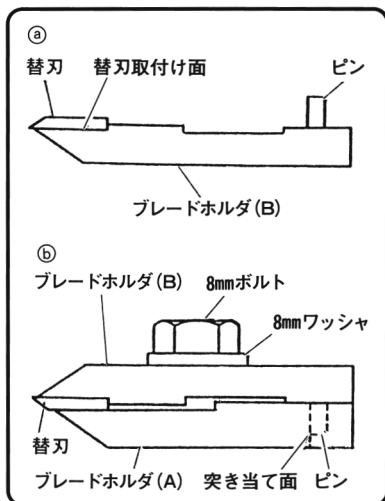

図 18
(2) 替刃
① ブレードホルダ(A)、(B)の替刃取付け面のゴミなどを布類でよくふき取ります。
② 替刃を図18の④のようにブレードホルダ(B)に合わせます。替刃はブレードホルダ(B)のマグネットにより落ちないようにになっています。
③ ブレードホルダ(B)を図18の⑤のように裏返してブレードホルダ(A)の突き当て面にピンを突き当て、ワッシャ、8mmボルトで固定します。